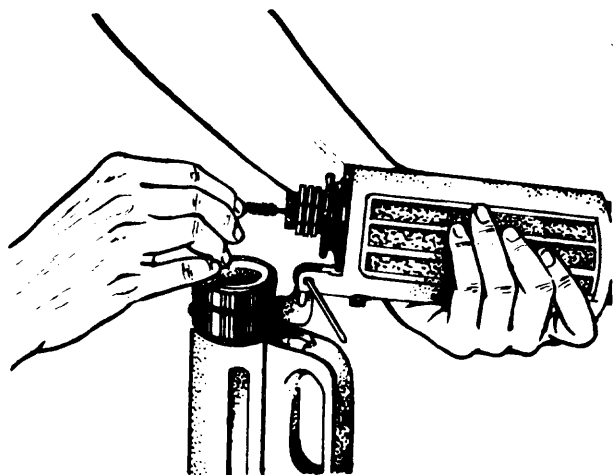

Fig. 2
- c Introduzca el clavo en la recámara y empújelo con la baqueta hasta el tope. (Figs. 2 y 3).